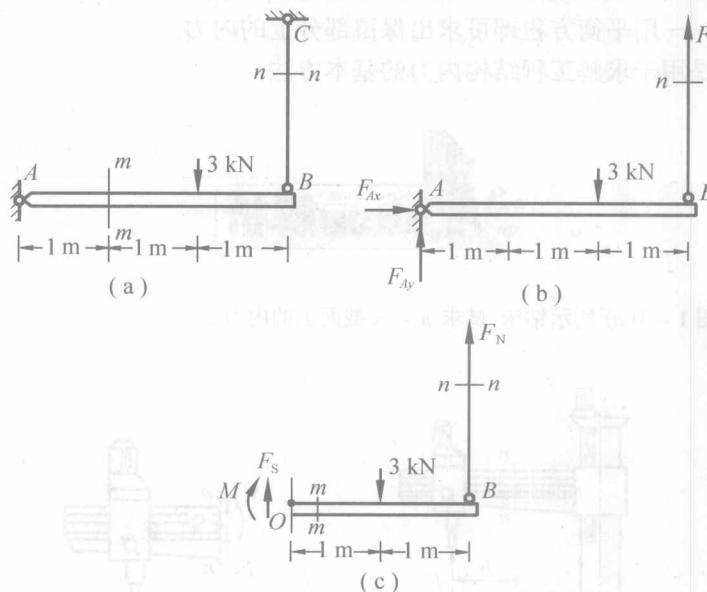

图 1-2
1.2 试求图 1-2(a) 所示结构 $m - m$ 和 $n - n$ 两截面上的内力, 并指出 AB 和 BC 两杆的变形属于何类基本变形。
解 应用截面法, 对图 1-2(a) 取截面 $n - n$ 以下部分为研究对象, 受力如图 1-2(b) 所示。由平衡条件 $\sum M_A = 0, F_N \times 3 - 3 \times 2 = 0$, 解得 $F_N = 2 \text{ kN}$ 。
应用截面法, 取图 1-2(a) 所示截面 $m - m$ 以右及 $n - n$ 以下部分作为研究对象, 其受力如图 1-2(c) 所示。由平衡条件 $\sum M_0 = 0, F_N \times 2 - 3 \times 1 - M = 0, \sum F_y = 0, F_s + F_N - 3 = 0$, 解得 $M = 1 \text{ kN} \cdot \text{m}, F_s = 1 \text{ kN}$ 。